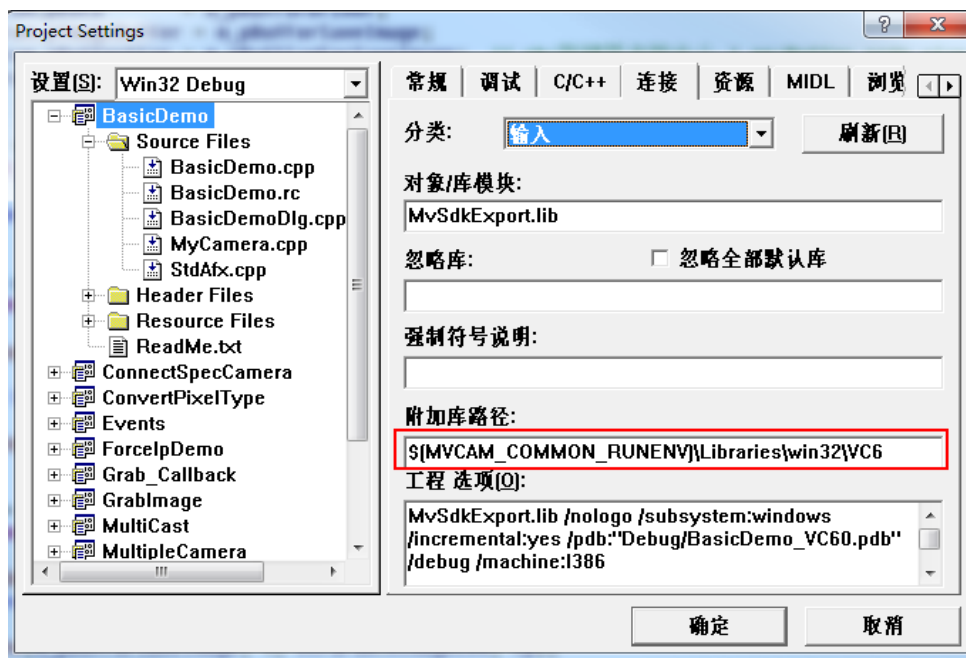
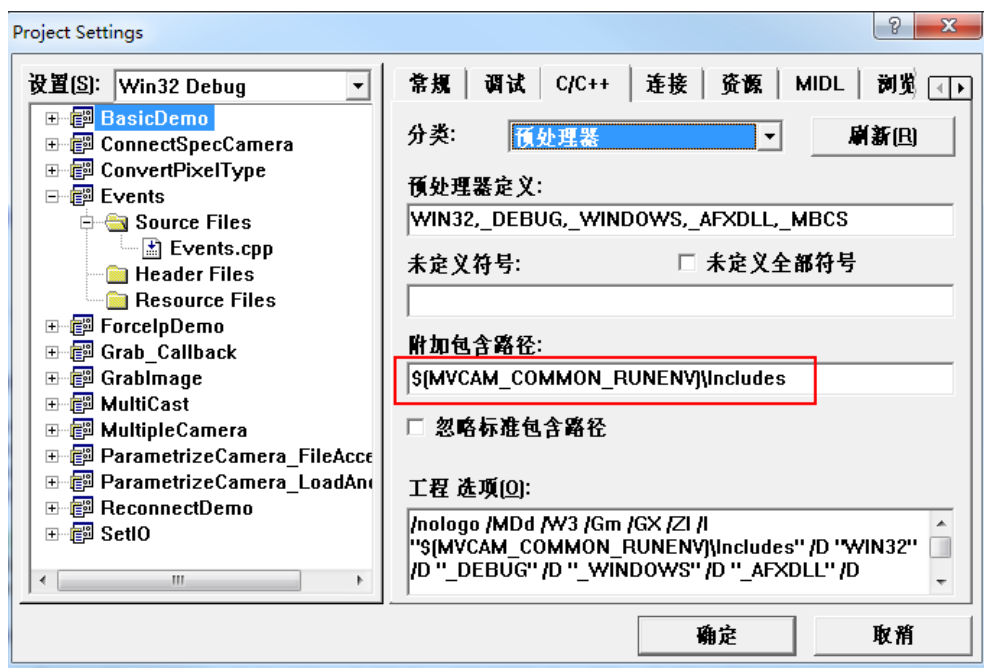

图2-23 加入 MvSdkExport.lib 文件
图2-24 加入 MvSdkExport.h 文件
1. 创建 VS 工程并添加引用，加入 MvSdkExport.lib 和 MvSdkExport.h 到工程中，如图 2-24 和图 2-23 所示；